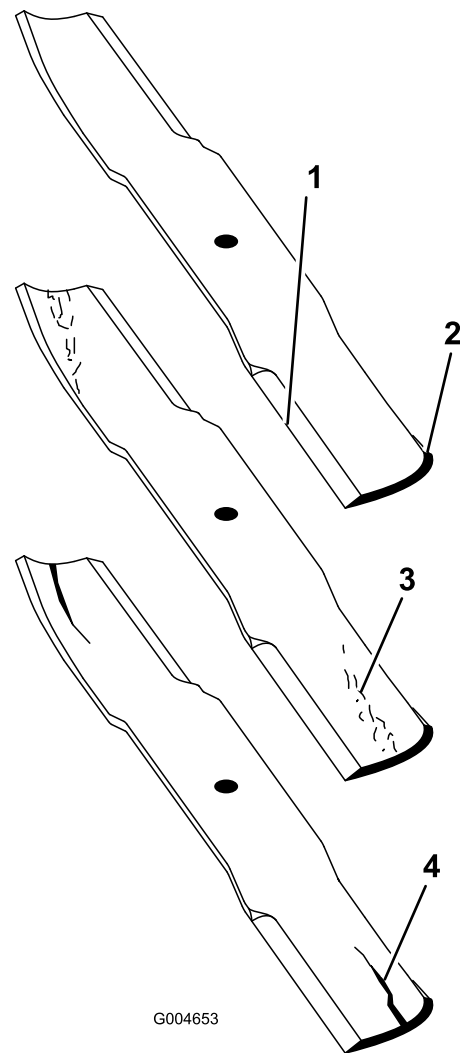

Bild 115
2. Prüfen Sie die Schnittkanten des Messers sorgfältig, insbesondere dort, wo die geraden Flächen die gebogenen berühren (Bild 115).
Hinweis: Da Sand und anderes reibendes Material das Metall abschleifen kann, das die flachen mit den gebogenen Teilen verbindet, müssen Sie das Messer vor jedem Einsatz des Rasenmähers prüfen. Wenn Sie Abnutzungen (Bild 115) feststellen, sollten Sie das Messer auswechseln.